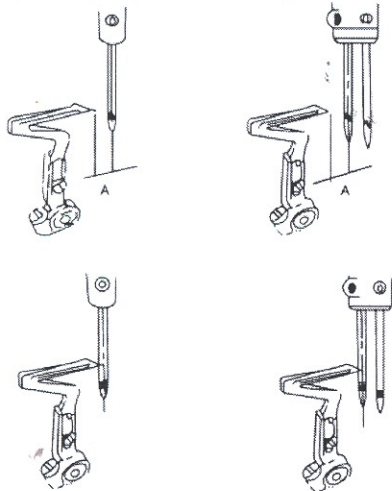

Figura 18
- Quando o lançador esquerdo se mover para a extremidade esquerda, a distância entre a ponta do lançador e a linha central da agulha é de 3,4 a 3,6 mm (agulha esquerda, em caso de duas agulhas). Figura 18.